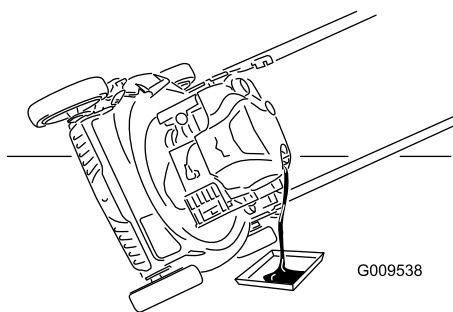

Рисунок 23
7. Переверните машину на одну сторону так, чтобы маслозаливная горловина была направлена вниз, для слива отработанного масла через маслозаливную горловину на поддон для сбора масла (Рисунок 23).